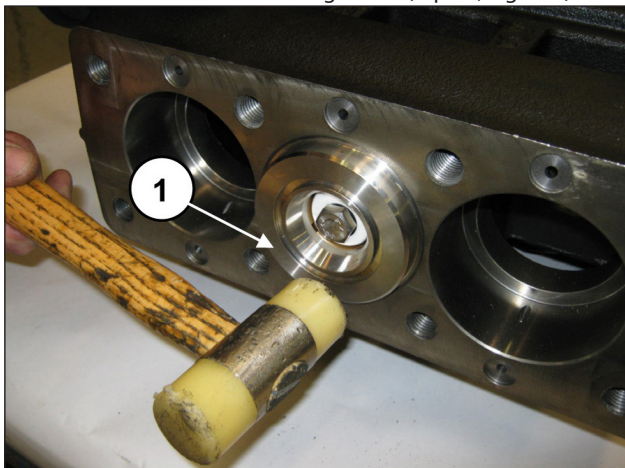

Fig. 192
S'assurer que l'ensemble chemise-support arrive à se loger correctement dans le fond du logement (rep. ①, Fig. 192).